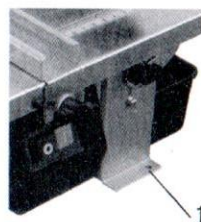

рис. 5
6.4. УСТАНОВКА И КРЕПЛЕНИЕ ПЛИТКОРЕЗА НА РАБОЧЕЙ ПОВЕРХНОСТИ (рис.5).
- сделайте на рабочей поверхности разметку под монтажные отверстия (см. отметку 1 на рис. 5);